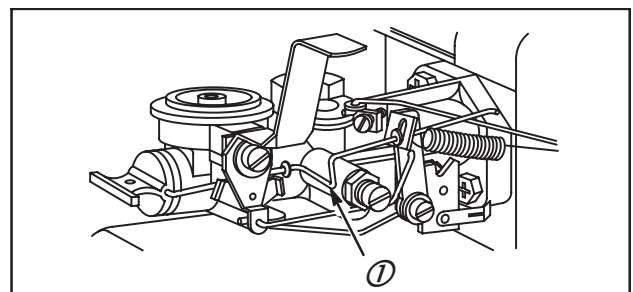

Fig. 18
Placer le levier sur le starter. Si le volet n'est pas complètement fermé, plier le levier à l'endroit indiqué (1) pour fermer le starter à fond, Fig. 18.